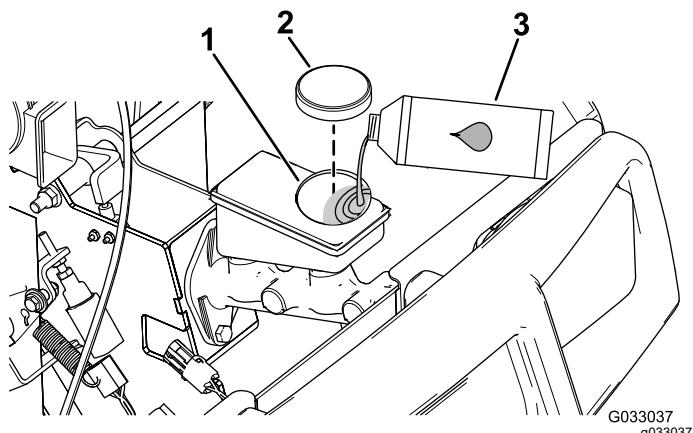

Bild 48
1. Öffnen Sie die Motorhaube, um an den Hauptbremszylinder und den Behälter zu gelangen (Bild 48).
- Reinigen Sie den Bereich um den Behälterdeckel und nehmen den Deckel ab (Bild 48).
- Schrauben Sie den Behälterdeckel wieder auf (Bild 48).